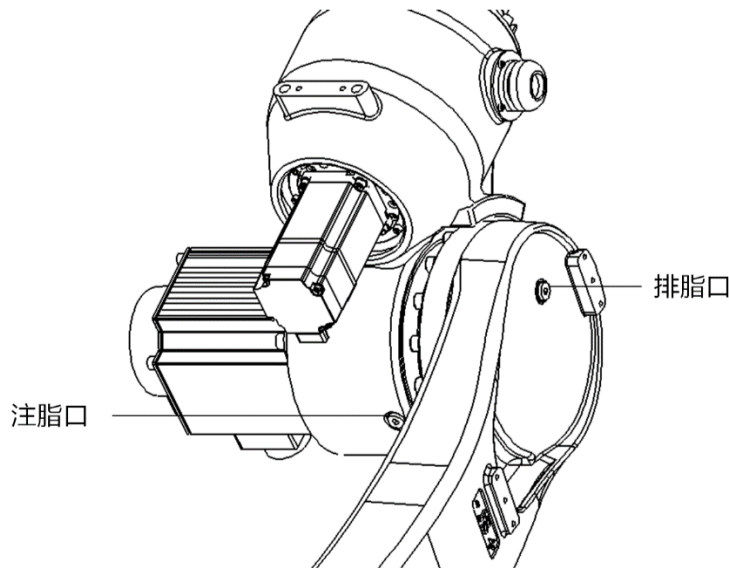

图 12-8 更换 J3 轴减速器润滑脂
- 步骤4. 卸下排脂口 M10x1 堵头，如图 12-8 所示。